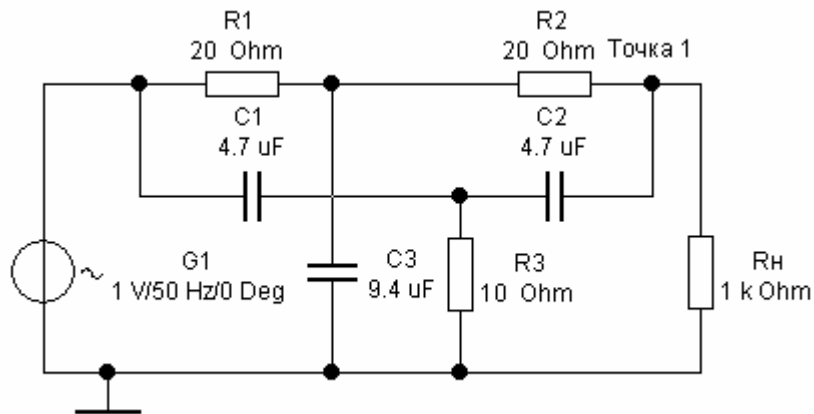

Рисунок 16 – Схема для исследования двойного Т-образного моста
7. Установить в схеме (Рисунок 16) номиналы элементов, полученные при расчете, и провести исследования по рассмотренному образцу.